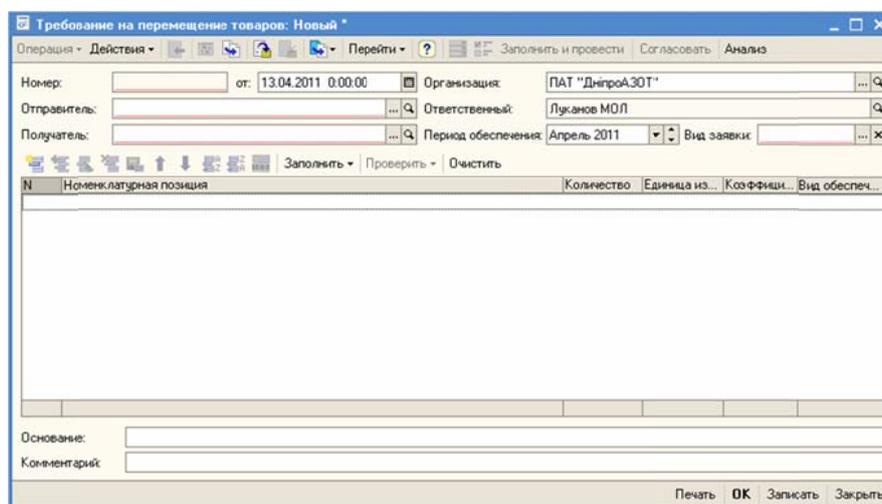

Рисунок 109 – Новый документ «Требование на перемещение товаров»
2. Создать новый документ «Требование на перемещение товаров» (Рисунок 109).